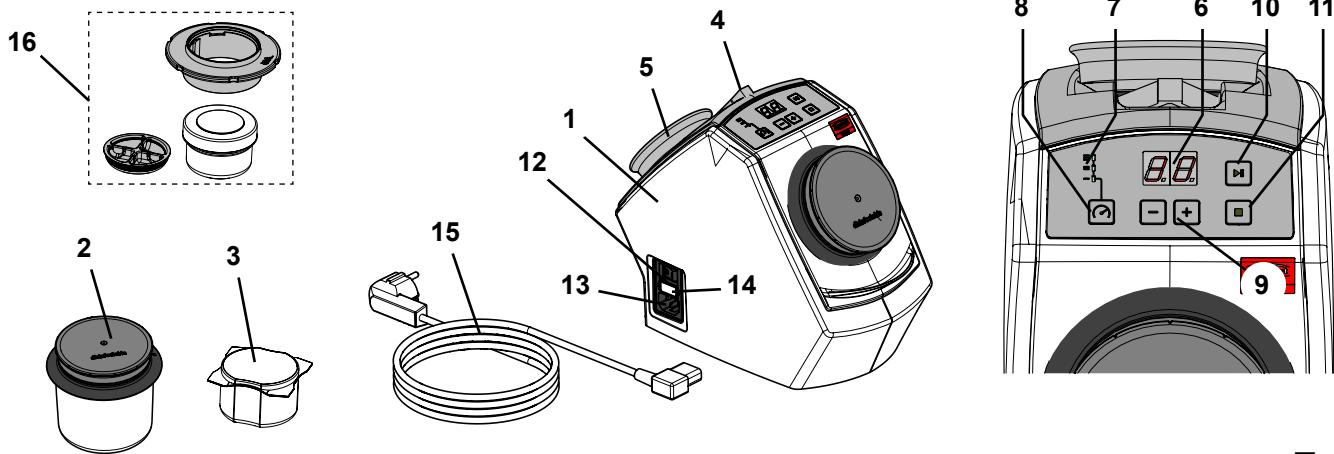

図1
- ▶ 保持磁石（図1の5）には鉛が含まれています。
⇒付属のピンセットと固定マグネットを装置背面のホルダーに置きます (図 1)。
⇒電源コード(15, 図 1)、地域に適応するプラグを選択して下さい。
⇒電源コードを電源コンセント(13, 図 1)に挿し込みます。
⇒装置のメインスイッチをオンにして下さい ((12, 図 1))。
⇒クリーニングビーカー (2、図1) に75 gのクリーニングニードル (1つのパッケージユニットに対応) を充填します。
⇒SYMPRO小型容器(アクセサリー)(16、図1)に5gまでのクリーニングピンを入れます